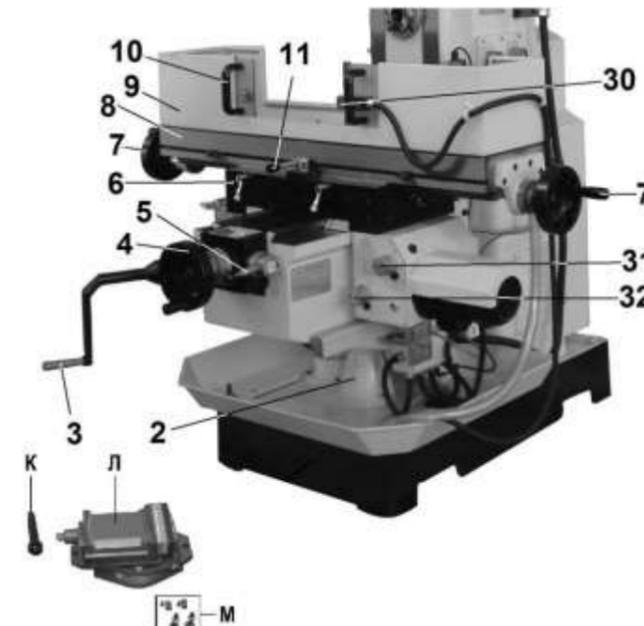

Рис. 34
10.7.3. Для **вертикального** перемещения рабочего стола (8) ослабьте фиксатор (65) (Рис. 18а, 18в), движением вперед введите в зацепление ручку подъема/опускания стола (3) (Рис. 34). При вращении ручки (3) по часовой стрелке стол (8) поднимается, против часовой стрелки – опускается.
10.8. Подготовка к работе (Рис. 34 -38)